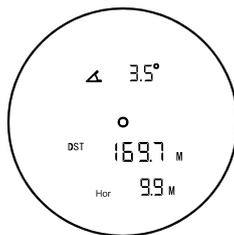

Рисунок 5
В этом режиме вы можете измерить расстояние до цели по горизонтали. На дисплее отобразятся значения угла, расстояния до цели по прямой и расстояния до цели по горизонтали (рис. 5). Нажмите кнопку включения/измерения (1) для однократного измерения. Нажмите и удерживайте кнопку включения/измерения (1) в течение 3 секунд для непрерывного измерения.